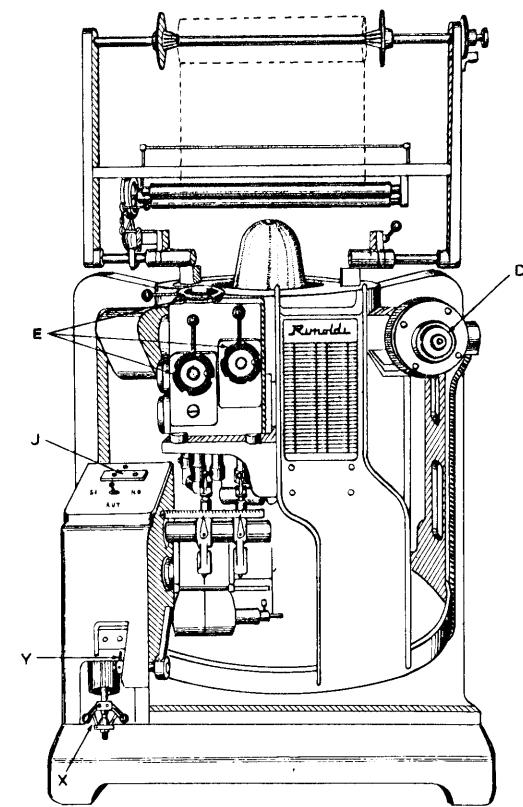

Fig. 2
Den Hebel des Schalters stellt man auf "NO" (Fig. 2).
Nun stellt man den Hebel des Schalters auf "SI" (Fig. 2). Zur Vermeidung der Faltenbildung im Gewebe unter dem Hauptmesser muss man die Gewebespannung auf dem Ausbreiter kontrollieren.
Man beginnt mit dem Schneiden, indem der Druckknopf J (Fig. 2) mit der Bezeichnung MARCIA betätigt wird.
Sollte diese der eingestellten Breite nicht entsprechen, so liegt das an den höheren oder geringeren Elastizität des Trikots. Man kontrolliert also die Differenz und durch Verstellung der Handräder E (Fig. 2) und anhand der Tabelle fügt man die Differenz dem vorher eingestellten Wert zu. (z.B: wenn eine Breite von 90 mm vorgesehen war, und man erhält eine Breite von 86 mm, genügt es, die fehlenden 4 mm dem Anfangswert beizufügen, diesen also auf 94 mm zu bringen.)
Die Maschine ist bereits so eingestellt, dass beim Anhalten das Hauptmesser S (Fig. 4) noch 5-10 mm schneidet. Sollte dieser zusätzliche Schnitt in der Praxis kürzer oder länger ausfallen, muss die Einstellung mit Hilfe des Reglers X (Fig. 2) justiert werden.
Wird der Arretierstift Y (Fig. 2) vorher reguliert, hält die Maschine automatisch an, sobald der aufgerollte Streifen den gewünschten Durchmesser erreicht hat.
- 1) Nach den ersten 6 Monaten des Einsatzes ist das Öl der Kupplung der drei Handräder E (Fig. 2) zu wechseln. Der zu verwendende Oeltyp: LM 45 vom der Rol (Shell CARNEA/31 - Esso CORAJ-50)
Régler la largeur de coupe désirée, à l'aide des trois volants gradués E (fig. 2) qui se trouvent sur la côté de l'évacuation tout en consultant le tableau fixé sur la machine.
Si pendant cette opération les volants E (fig. 2) ne se déplacent pas, faire tourner manuellement le volant D (fig. 2) en même temps que les volants E (fig. 2), jusqu'à ce qu'ils se trouvent sur les encoches désirées.
Déplacer le petit levier de l'interrupteur du côté "NO" (fig. 2).
Déplacer le levier de l'interrupteur vers le côté "SI" (fig. 2). Dans le but d'éviter tout faux-plis sur le tissu lorsqu'il arrive sous le couteau principal,
On commence la coupe en continu en appuyant sur le bouton-poussoir J (fig. 2) où se trouve la référence MARCIA.
Si celle-ci ne correspond pas à celle enregistrée, ceci est dû à la plus ou moins grande élasticité du tissu. On contrôle alors la différence et, agissant sur les volants E (fig. 2) en consultant le tableau, on ajoute la différence à la mesure précédemment enregistrée, (ex. si l'on enregistre une mesure de 90 mm. de largeur totale de la bande et, en pratique, on obtient une largeur de 86 mm. il suffira d'ajouter la différence de 4 mm. qu'il y a en moins, à la valeur initiale en la portant à 94 mm.).
Si, en pratique, cette mesure de coupe supplémentaire était supérieur ou inférieur, il faudrait rectifier le réglage avec le régulateur X (fig. 2).
Réglant en premier lieu la tige d'arrêt Y (fig. 2), la machine s'arrête automatiquement lorsque le rouleau de bande a atteint le diamètre désiré.
- 1) Après les premiers 6 mois de travail, changer l'huile de la boîte de vitesse au trois volant E (fig. 2). Type d'huile à employer LM 45 de la Rol (Shell CARNEA/31 - Esso CORAJ-50).